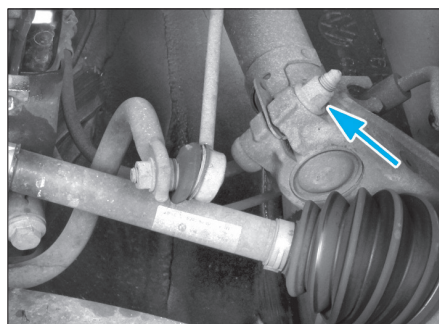

FIG. 49
- Déposer la vis maintenant le pivot à la jambe de force (Fig.49).